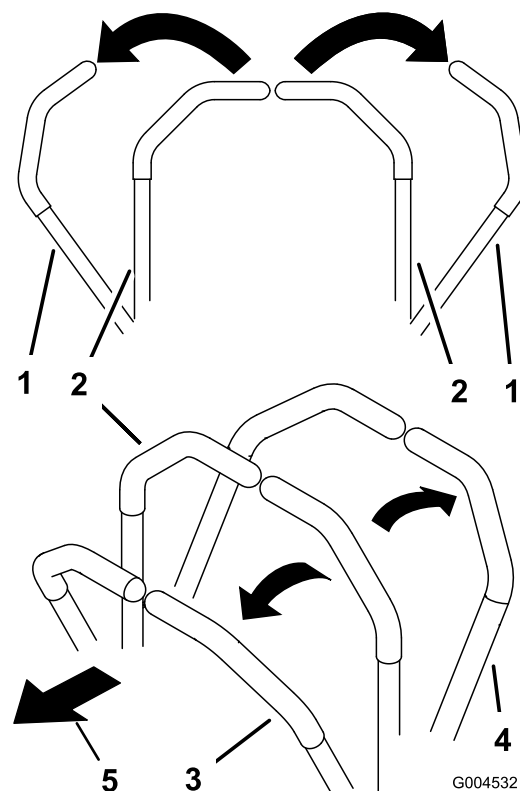

Figura 21
1. Mettete tutte le stegole di comando bloccate in folle (Figura 21).